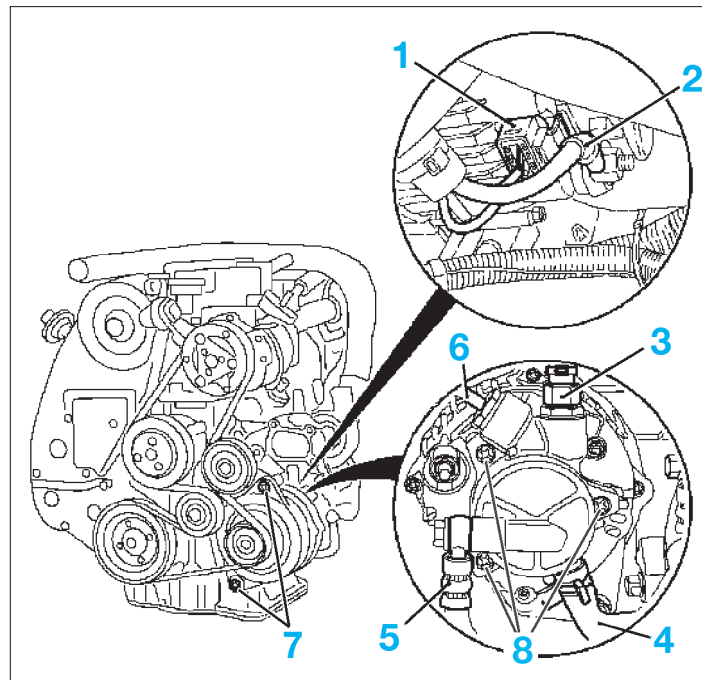

FIG. 22
- Débrancher le connecteur de l'alternateur (1) et le fil (2) (fig. 22).
- Déposer la canalisation de l'électrovanne à dépression (6).
- la canalisation à dépression de la pompe à vide (3).